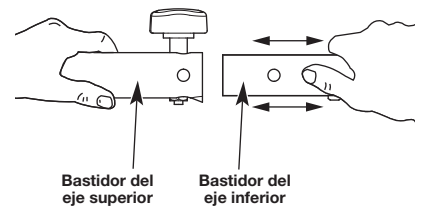
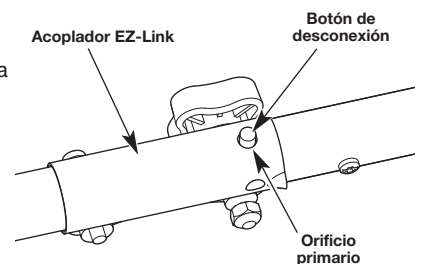

Fig. 4
Fig. 5
2. Sosteniendo firmemente el accesorio, empújelo directamente dentro del acoplador EZ Link (Fig. 4) hasta que el botón de liberación encaje sólidamente en el orificio principal (Fig. 5).
2. Oprima y sostenga oprimido el botón de liberación (Fig. 5).
3. Al mismo tiempo que sostiene la caja del eje superior con firmeza, tire el accesorio fuera del acoplador EZ-Link™ (Fig. 4).